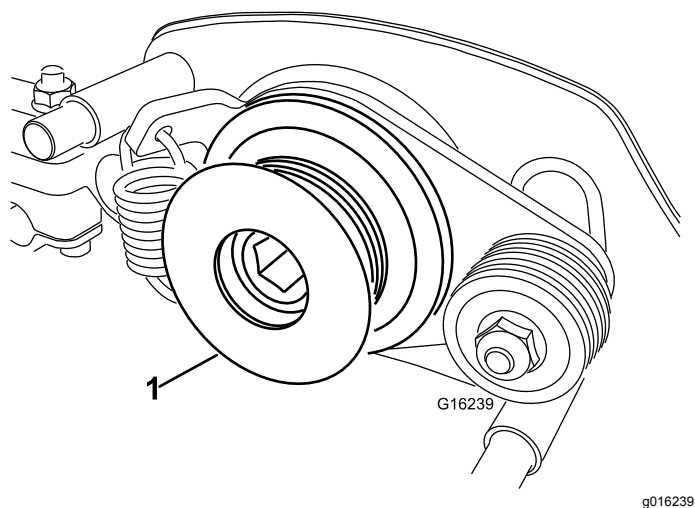

図 35
7. リールシャフトからグルーマ駆動プーリを外す 図 35。